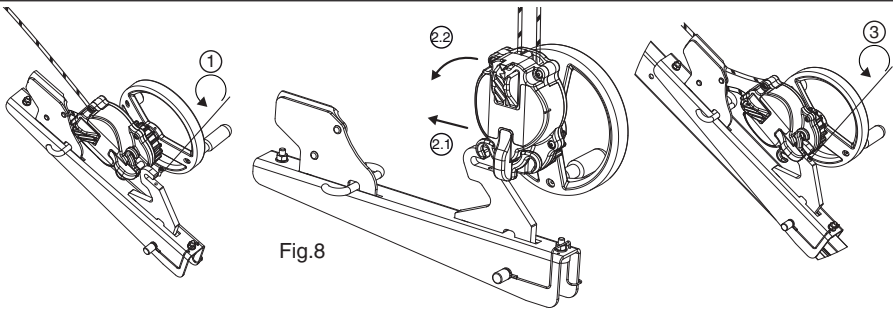

Fig. 8
6.3.4 DEROPE™-toestel UP R (Fig. 8, 9 en 10)
Het DEROPE™-toestel UP R moet op de poot van de TRACODE drieveet van Tractel bevestigd worden zoals aangegeven in fig. 8. Elke andere bevestiging op een ander punt dan de TRACODE drieveet van Tractel is verboden.
1. Schroef de blokkeerschroef van de verankerhaak van de console voor het DEROPE™-toestel UP R los (fig. 8,1).
2. Plaats het DEROPE™-toestel UP R op de verankerhaak (fig. 8, 2.1 – 2.2).
3. Schroef de blokkeerschroef weer vast om te vermijden dat het toestel zich van de console losmaakt (fig. 8, 3) en controleer op deze goed geplaatst en goed vastzit.